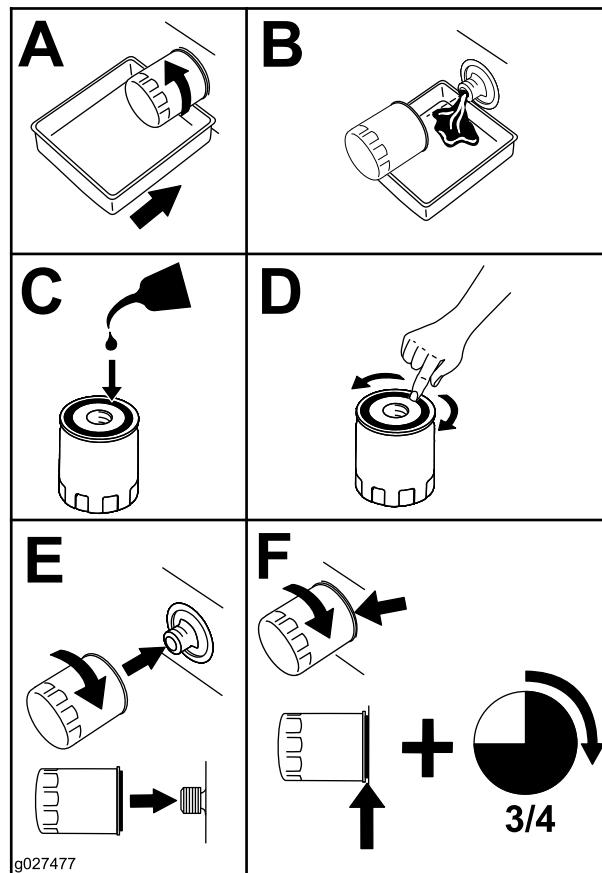

Рисунок 51
5. Замените масляный фильтр двигателя (Рисунок 51).